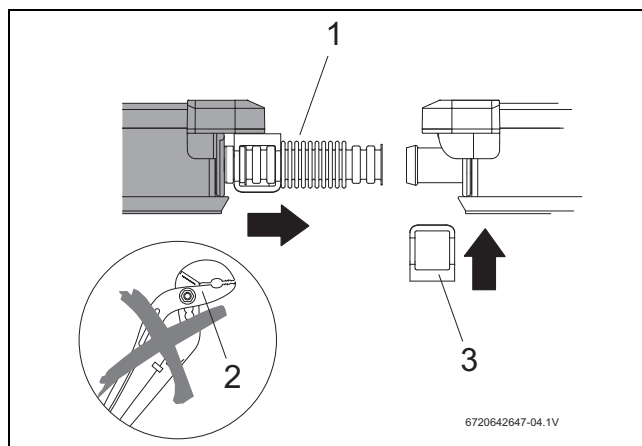

Fig. 67 Colocar el segundo captador
- No utilice herramientas auxiliares, como p. ej. tenazas (Fig. 67, [2]). Éstas podrían hacer inservible el conector de tubo ondulado.